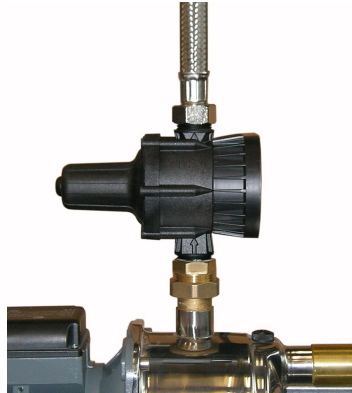

Bild 3
- Druckleitung dicht und fest mit dem Druckausgang des Schaltautomaten verbinden und nach oben heraus führen, siehe Bild 3.